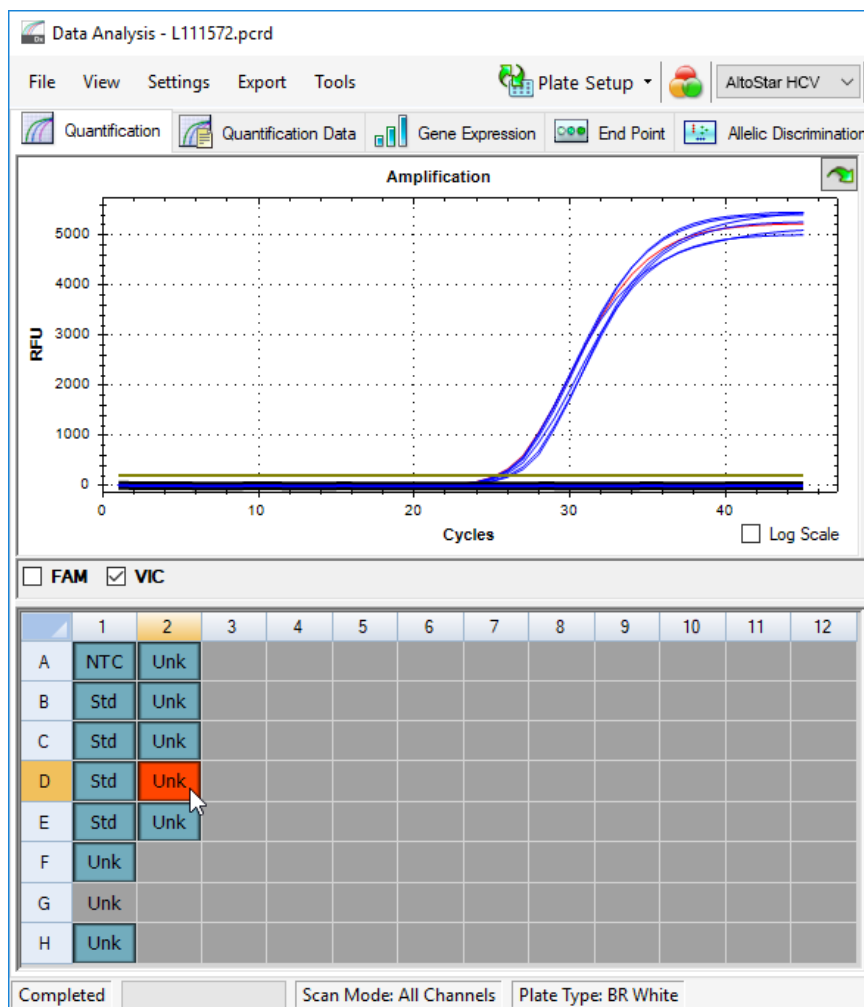

Figure 11: Fenêtre Data Analysis (Analyse des données) : puits non valide
3. Cliquez avec le bouton droit de la souris sur chaque puits contenant des données non valides conformément au chapitre 7.6.8.2 Validité d'un PCR run de diagnostic et au chapitre 7.6.8.3 Validité des résultats pour un échantillon, et sélectionnez **Well... → Exclude from Analysis** (Puits... → Exclure le puits de l'analyse) (voir les figures 11 et 12).